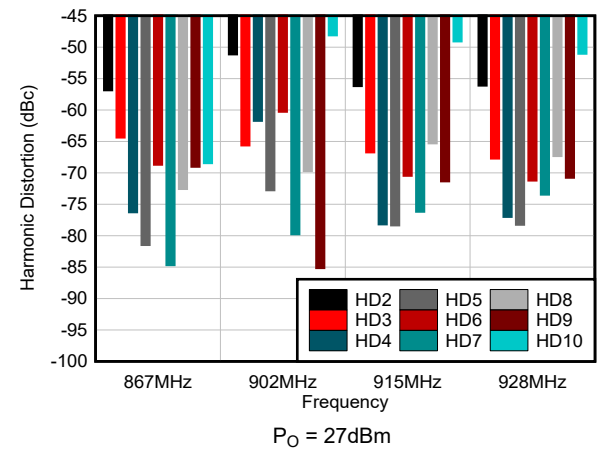

図 5-4. 各周波数での高調波歪み
- (1) ANT ピンに外部フィルタはありません。より高次の高調波性能については、図 5-4 を参照してください。
(2) VCC_PA および VCC ピンに流れ込む電流の合計。